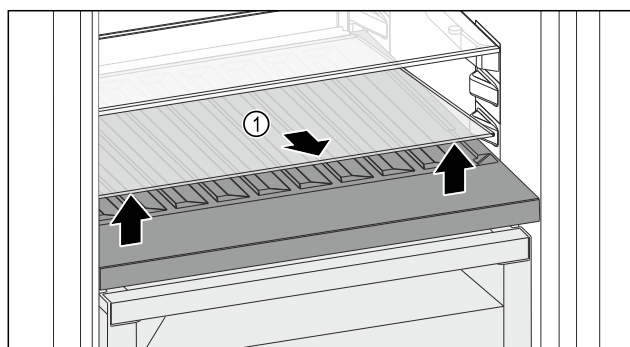

Fig. 116
- Podnieść płytę szklaną Fig. 116 (1) z przodu przy zagłębieniu i wyciągnąć.
- Przechować płytę szklaną Fig. 116 (1) w bezpiecznym miejscu poza urządzeniem.